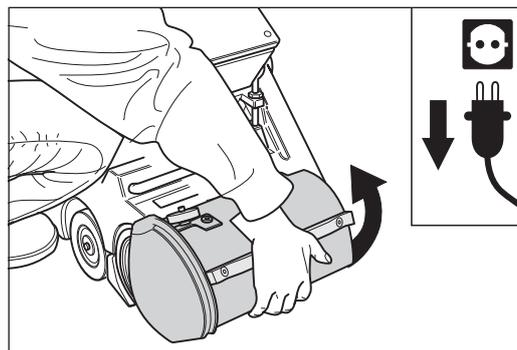

Abb. 21 Den Netzstecker aus der Steckdose ziehen und den Walzendeckel nach oben klappen.
- 4 Klappen Sie den Walzendeckel an der Vorderseite des Maschinengehäuses nach oben (Abb. 21).